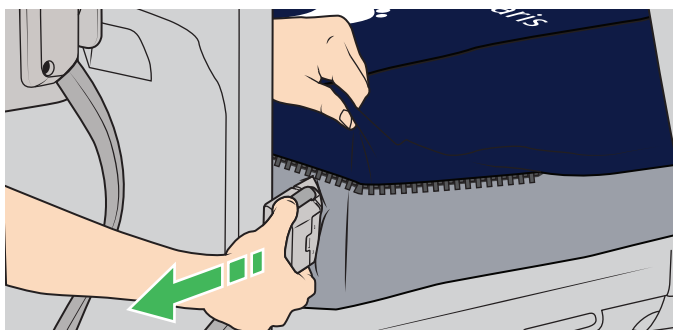

Figura 20
2. Apriete firmemente los dos botones situados en la parte superior e inferior del conector del compresor y retírelo del conector del colchón. Consulte la Figura 20